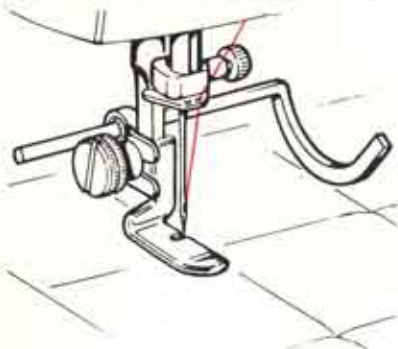

Abb. 12
1. Wähltaste (20) auf 3 einstellen. Rückwärtstaste (3) eindrücken. Erste Raupe in der gewünschten Länge nähen. Nadel hochstellen.
2. Wähltaste (20) auf 2 stellen, Rückwärtstaste (3) herausziehen. 4–6 Riegelstiche nähen. Nadel hochstellen.
3. Wähltaste (20) auf 4 stellen. Zweite Raupe nähen. Nadel hochstellen.
4. Wähltaste (20) auf 2 stellen. 4–6 Riegelstiche nähen.
12. Parallel-Nähte/Wattieren (Abb. 12)